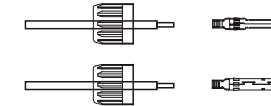

Figura 5.14 Inserimento del cavo nel dado cieco del connettore e nello spinotto
2. inserire il filo nel dado del connettore e nello spinotto (vedere figura 5.14).